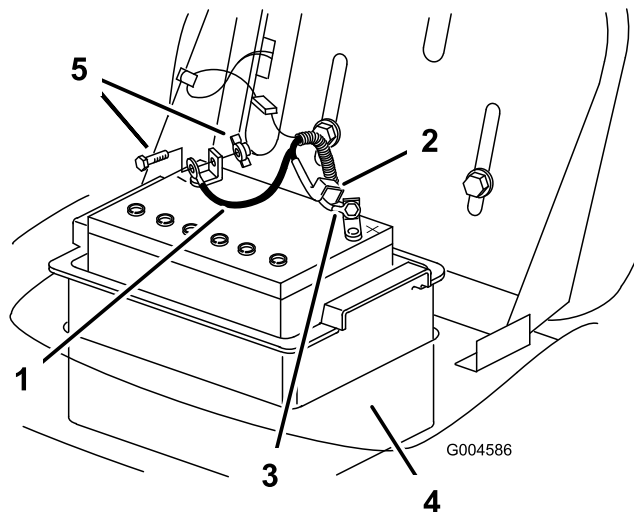

Figura 28
7. Staccate il cavo negativo (nero) di terra dal polo della batteria (Figura 28).
9. Staccate il cavo positivo (rosso) dal polo della batteria (Figura 28).
10. Togliete la cassetta della batteria e la batteria dal telaio (Figura 28).
1. Montate la cassetta e la batteria nel telaio (Figura 28).
2. Utilizzando il bullone e il dado ad alette, collegate il cavo positivo (rosso) al polo positivo (+) della batteria (Figura 28).
4. Utilizzando il bullone e il dado ad alette, collegate il cavo negativo (nero) al polo negativo (-) della batteria (Figura 28).